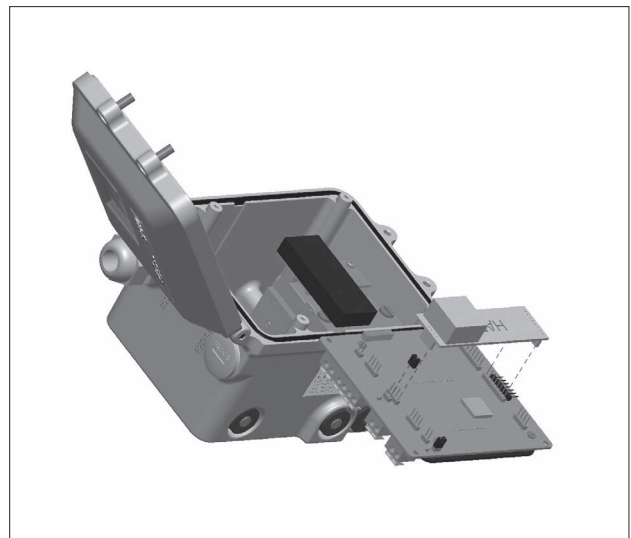

Bild 22
7. HART®-Steckkarte einstecken, siehe Bild 22